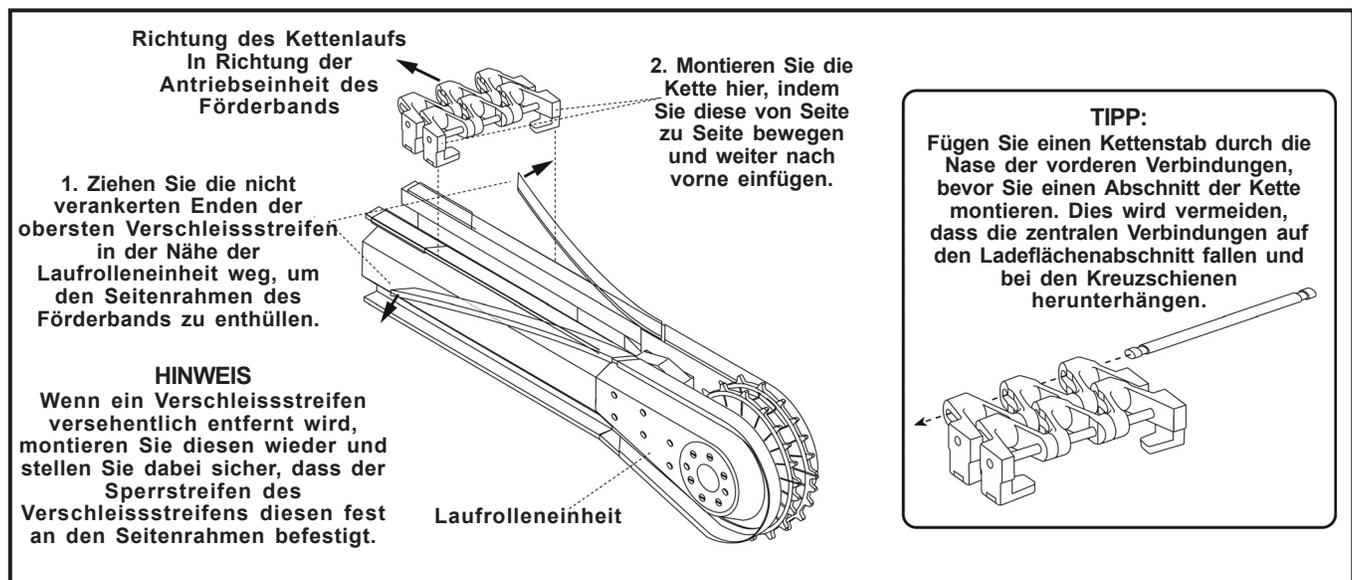

Abbildung 28: Kettenmontage
- Beginnen Sie bei der Montage der Kette mit dem “Laufrollen”-Ende des Förderbands (*Abbildung 28*).